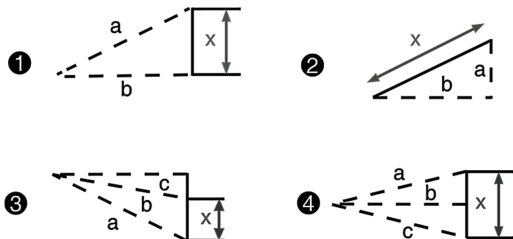

Рисунок 2
4.5 Виміри за допомогою теореми Піфагора (дивіться рисунок 2). Якщо є труднощі (перешкоди) для здійснення вимірювань у важкодоступних місцях, є 4 способи отримання вимірів за теоремою Піфагора.